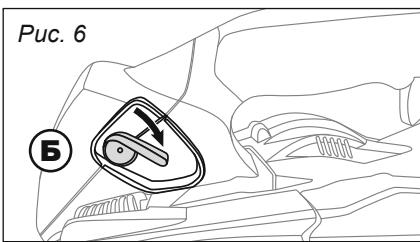

Рис. 6
6. Переведите рукоятку воздушной заслонки в положение «Б» — «Рабочее положение», надавив на нее до упора (рис. 6).